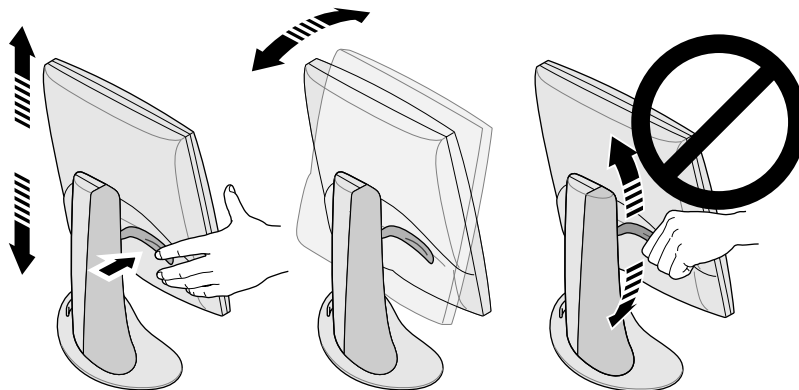

Figure 1-3 Réglage de la hauteur et de l'inclinaison
2. Élevez l'écran au maximum. Cela permet de retirer les vis plus facilement. Reportez-vous à la Figure 1-3.